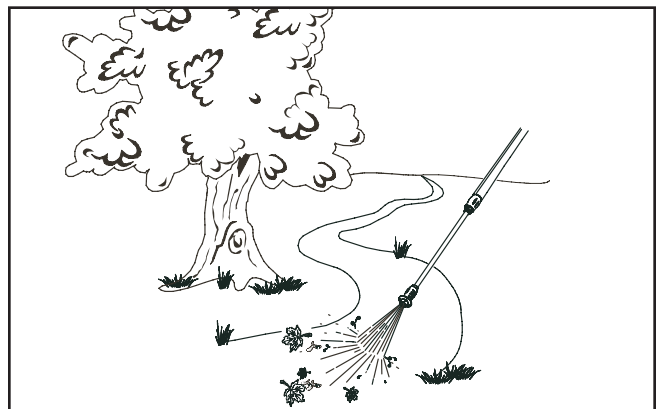

Figura 14 — Poner a prueba el patrón de aspersión
2. Apunte la boquilla hacia el suelo, desenganche el cerrojo de seguridad y apriete el gatillo para probar el patrón de rociado (Figura 14).